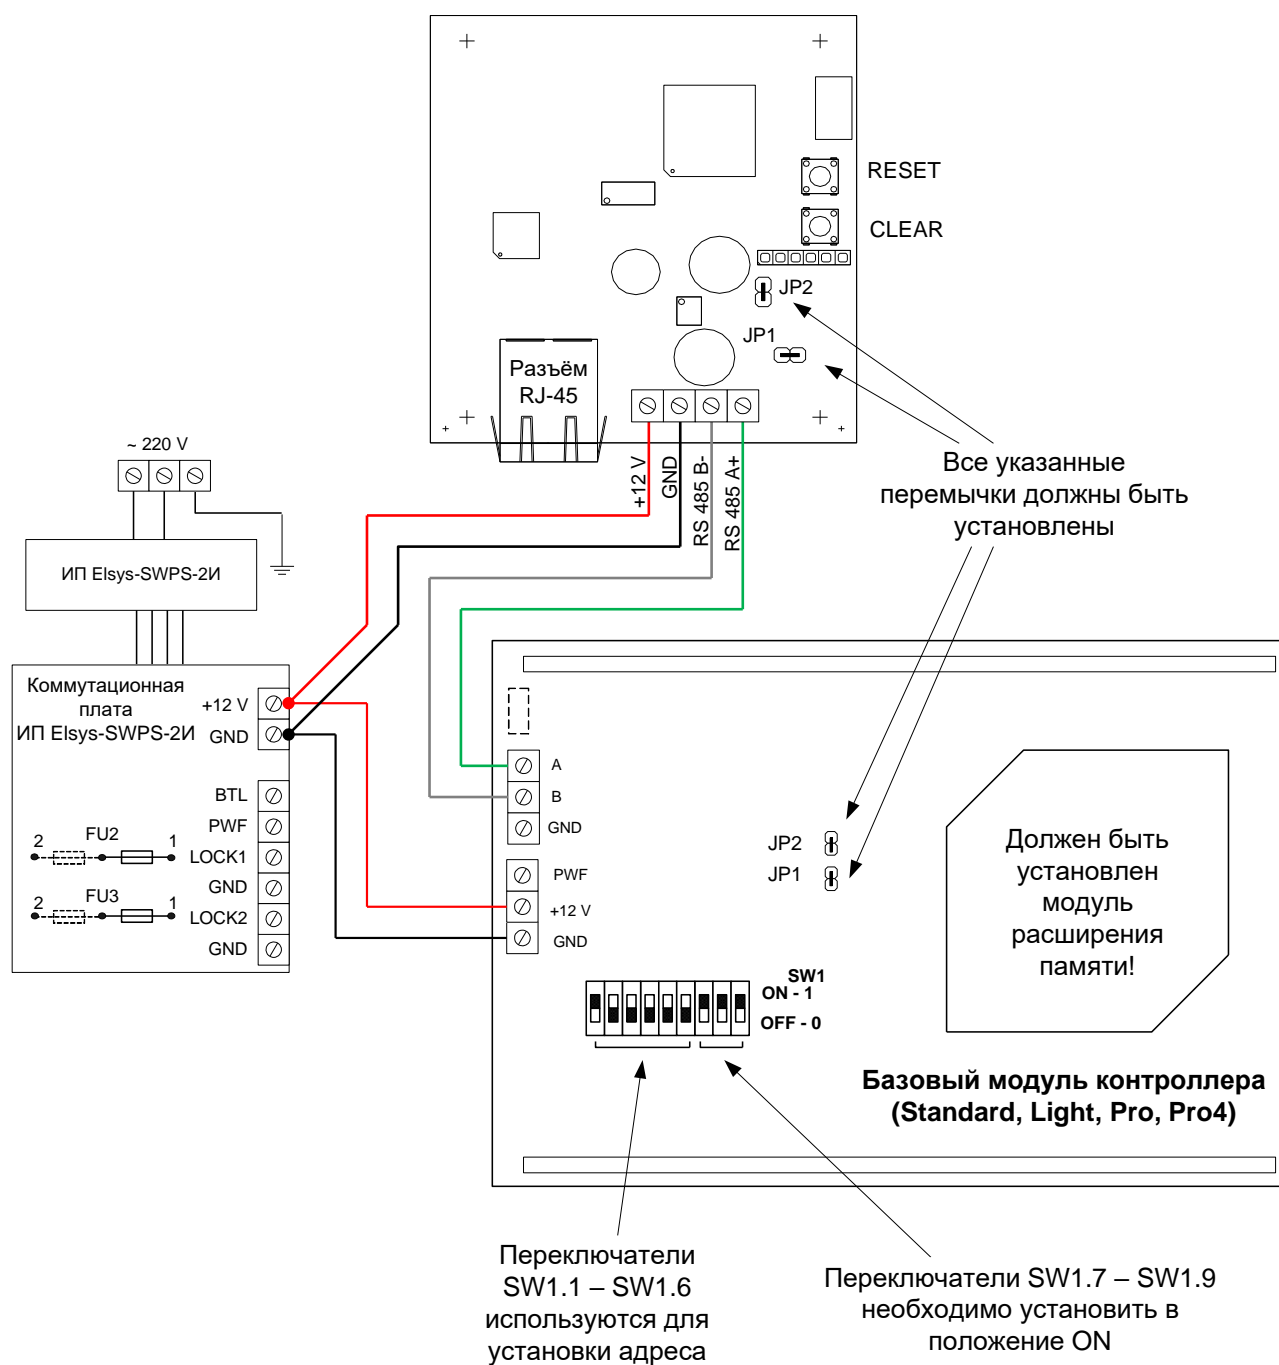

Рисунок 4 – Схема подключения модуля Elsys-IP к контроллеру Elsys-MB
Схема подключения модуля к контроллеру Elsys-MB приведена на рисунке (Рисунок 4).
- подключить провода линий А, В к одноимённым линиям на плате базового модуля контроллера (А – А, В – В), а линии +12 V и GND к линиям +12 V (PW+) и GND (PW-) источника питания соответственно, параллельно проводам линий питания базового модуля контроллера (см. Рисунок 4);